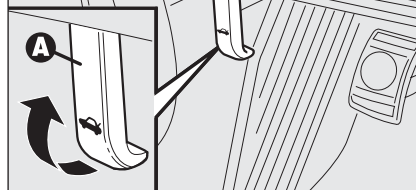

fig. 81
- ☐ tirare la leva **A-fig. 81** fino ad avvertire lo scatto di sgancio;